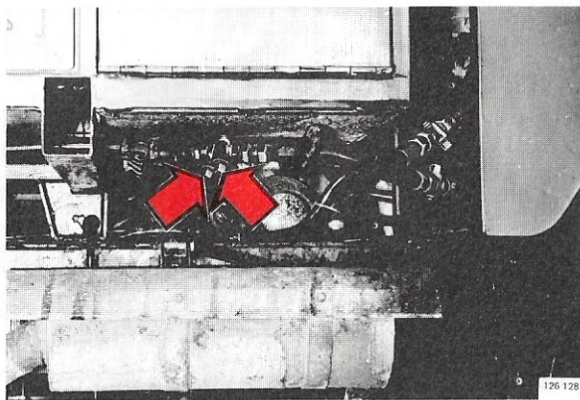

Bild 144. Kranar på hytt 273A och 313
1. Stäng kranarna på slangarna till hytten, bild 144.
4. Öppna kranarna, bild 144.